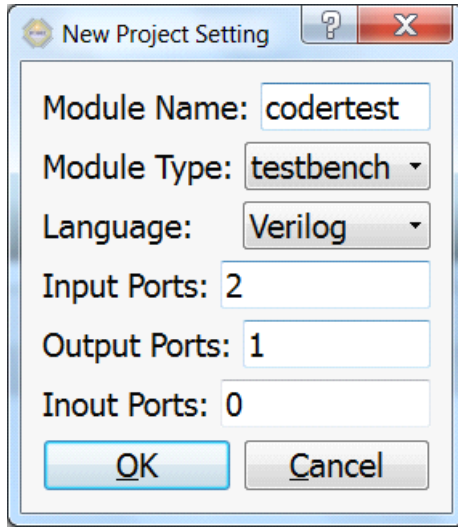

图 7. 新建测试文件
- 1) 新建一个 2 输入 1 输出的测试文件。点击工具栏上的  图标，在弹出的对话框中参照图 7 进行设计。